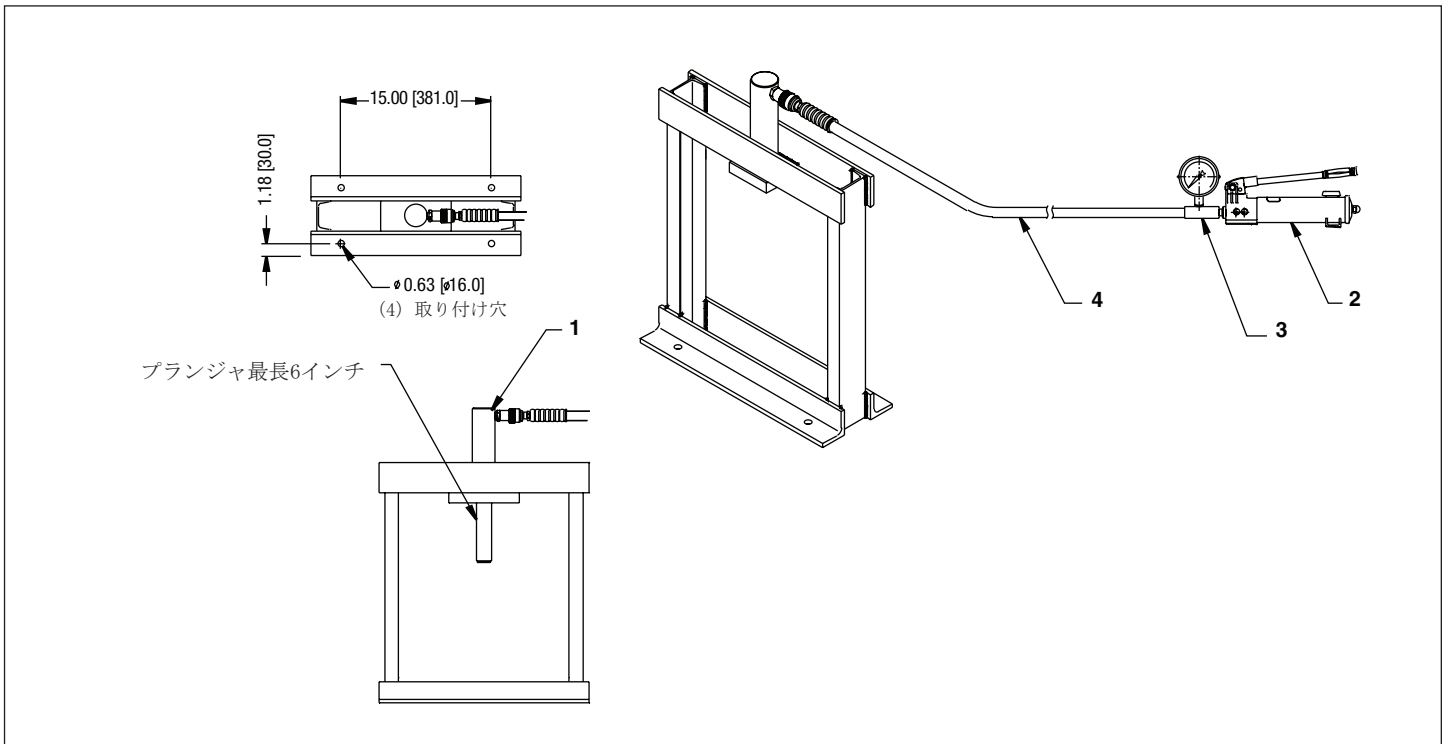

図1 ; 10トンVLP
3.0 取り付け/取り付け(図1参照)
ブラケットにある4つの取り付け穴を使用してプレスを取り付けます。取付けの寸法については図1を参照してください。